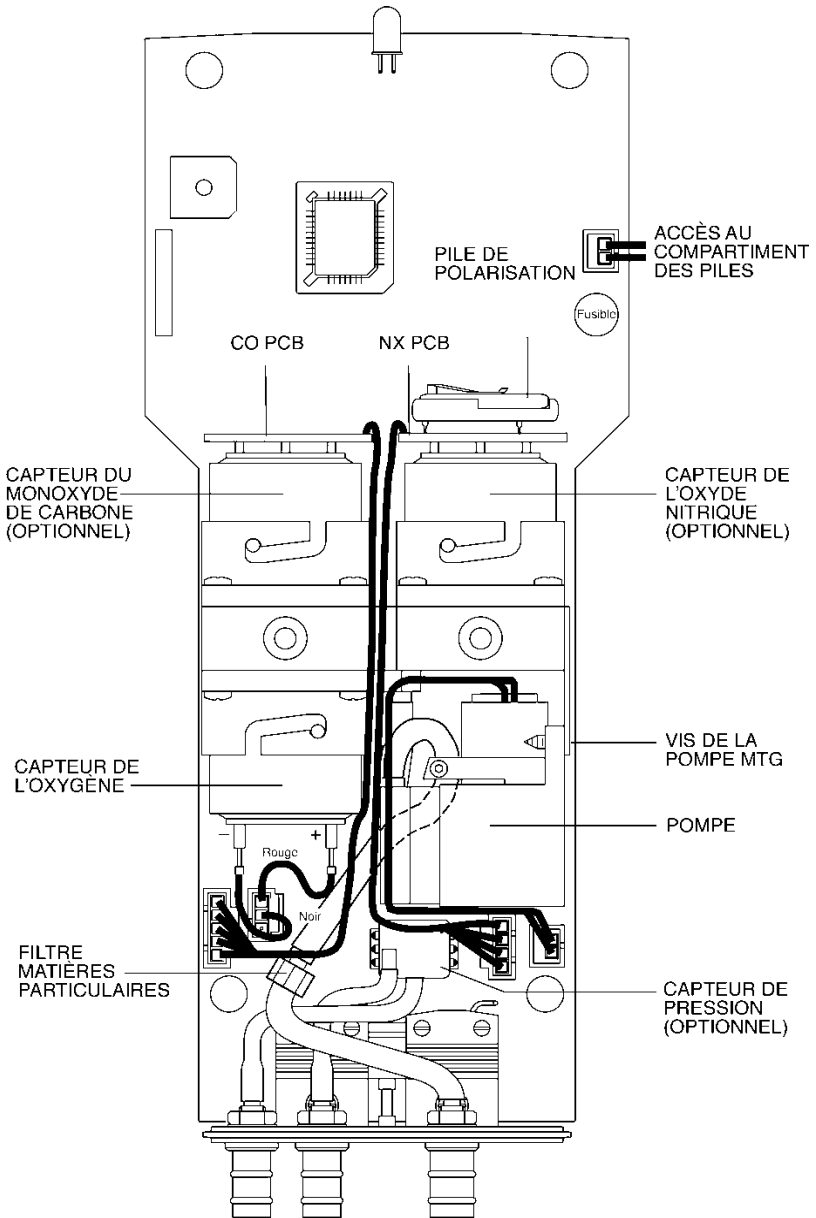

Figure 6-2. PCB and Sensors
Le filtre interne des matières particulaires (Figure 6-2) empêche la poussière de pénétrer dans la pompe et de l'endommager. Selon vos conditions ambiantes spécifiques, il est recommandé de changer ce filtre et ses raccords environ tous les six mois ou plus tôt s'il s'encrasse.
2. Enlevez le connecteur du capteur d'oxygène de la carte de circuit imprimé puis retirez avec précaution les deux fils connectés aux broches du capteur (Figure 6-2).
2. Retirez avec précaution la carte de circuit imprimé de l'arrière du capteur d'oxyde nitrique (consultez la Figure 6-2).
Une pile au lithium unique située sur la carte de circuit imprimée d'oxyde nitrique (consultez la Figure 6-2) applique une tension de polarisation constante au détecteur d'oxyde nitrique pendant que l'instrument est hors tension. Cette pile a une durée de vie estimée à au moins 2 ans.
2. Retirez l'ancienne pile de son support (consultez la Figure 6-2).